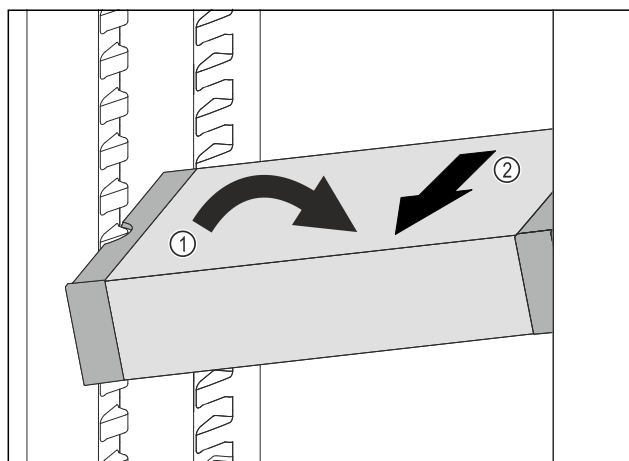

Fig. 46
- ▶ VarioSafe postavte v chladničce šikmo. Fig. 46 (1)
- ▶ VarioSafe odeberte směrem dopředu. Fig. 46 (2)